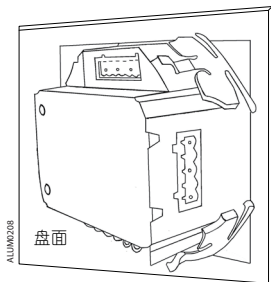

图2-7 用卡钩挤紧盘面固定仪表
3. 把仪表推入安装孔内，仪表的前面板露在盘面上，仪表的主壳体和接线端子位于盘面后。然后，把四支安装卡钩分别从后部顺着仪表沟槽装上，并向前推紧卡钩，使卡钩的前沿挤紧开关盘，这样仪表就被水平地安装在开关柜体上了，如图2-7。